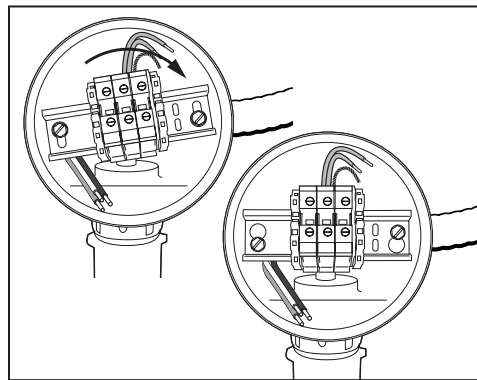

Figure 15-34
15.7.10. INSTALLATION DES BORNIERES RAPIDES (Figure 15-34)